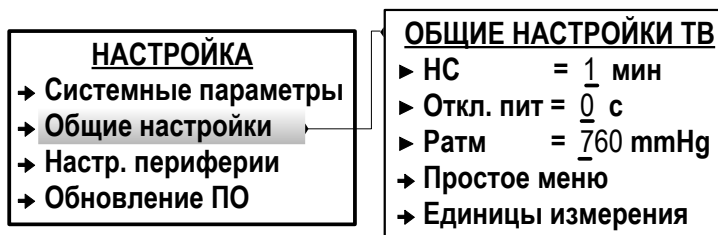

Рис.33. Вид меню для настройки ОТ0 (режим СЕРВИС).
7.7.2.8. В тепловычислителе предусмотрена возможность настройки времени запаздывания фиксации отказа ОТО (рис.33).
7.7.3.3. Возможна настройка времени запаздывания фиксации **НС**. В меню **Настройка / Общие настройки (рис.33)** параметру **НС** может быть установлено значение в интервале от 1 до 60 мин.